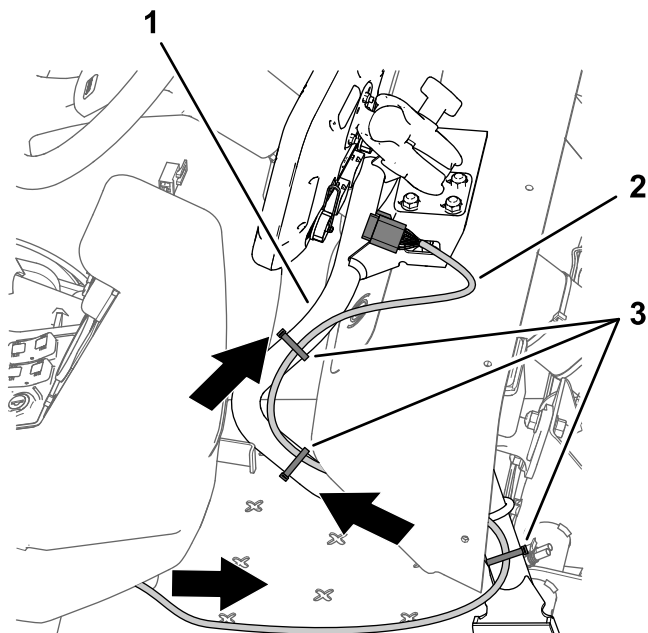

Figura 204
1. Encaminhe a secção com 220 cm da cablagem dos dados (a secção da cablagem com o conector de 26 tomadas) para a frente e por baixo do painel de instrumentos (**Figura 204**).
2. Encaminhe a secção com 220 cm da cablagem de dados ao longo do tubo de suporte do monitor (**Figura 204**).
4. Certifique-se de que a secção com 220 cm da cablagem de dados tem folga suficiente para permitir que o operador do pulverizador ajuste a posição do monitor e prenda a cablagem ao tubo de suporte do monitor com braçadeiras de cabos como se mostra na **Figura 204**.